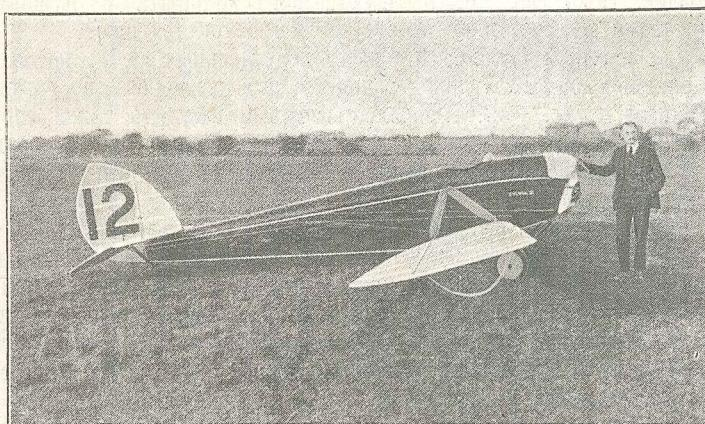

Рис. 3. Воздушная мотоциклетка моноплан „Де-Хевленд — 53“ (DH-53) с мотором в 18 л. с. (вид сбоку).
**Уход и хранение.** В смысле простоты ухода и хранения «воздушные мотоциклеты» также отличаются от нормальных самолетов в лучшую сторону. Моторы у них проще, крылья обычно делаются съемными или легко складываются вдоль корпуса (см. рис. 3 к ст. Г. Шмелева, в № 1—3), а приемы сборки и регулировки крайне просты, так как большинство самолетов этого рода имеет крылья жесткие без растяжек. В сложенном виде самолет помещается в небольшом сарае, а два человека легко могут катить его по обыкновенной дороге (см. тот же рис.).